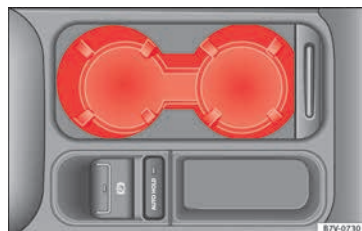

Fig. 190 Consola central delantera: portabebidas.
- Para *abrir*, desplazar la cubierta hacia atrás » **fig. 190**.